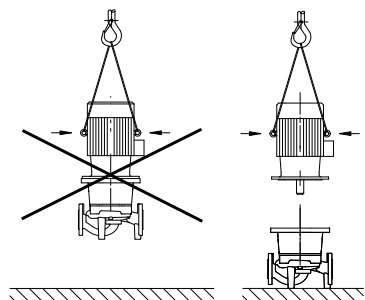

Fig. 8: Transport av motorn
- Transportöglorna på motorn får endast användas för transport av motorn, inte hela pumpen (Fig. 8).